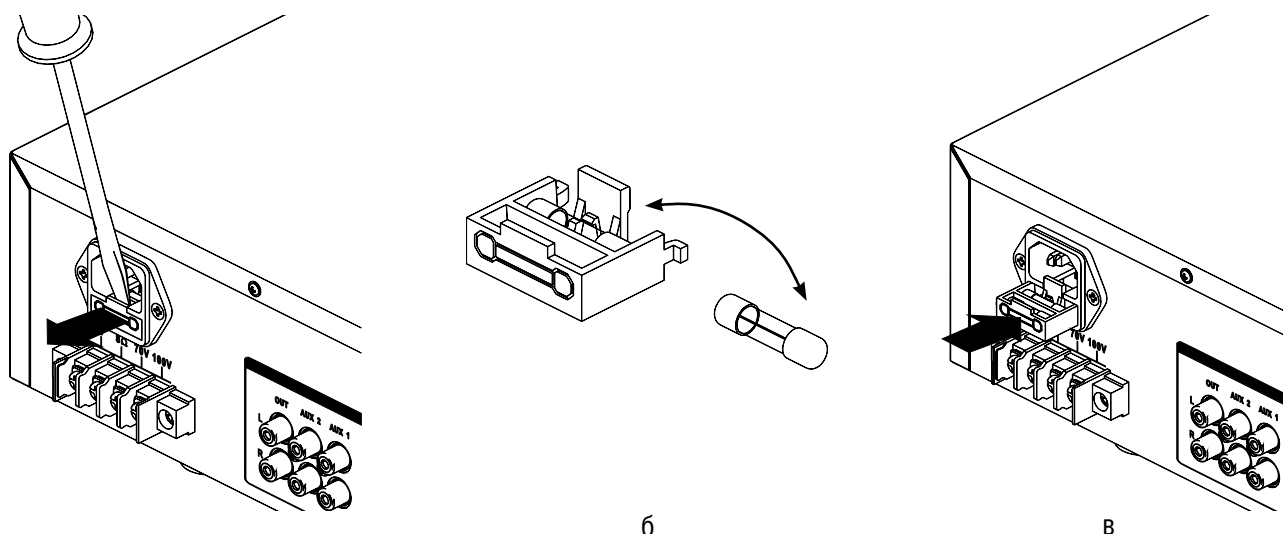

Рисунок 11.1 Порядок замены перегоревшего предохранителя
2. Извлеките крышку предохранителя из транзисторного усилителя аккуратно поддев её шлицевой отверткой. (**Рис. 11.1, а**).
3. Замените перегоревший предохранитель исправным, предварительно убедившись, что в крышке не осталось посторонних предметов (**Рис. 11.1, б**).
4. До упора вставьте крышку с исправным предохранителем в транзисторный усилитель (**Рис. 11.1, в**).